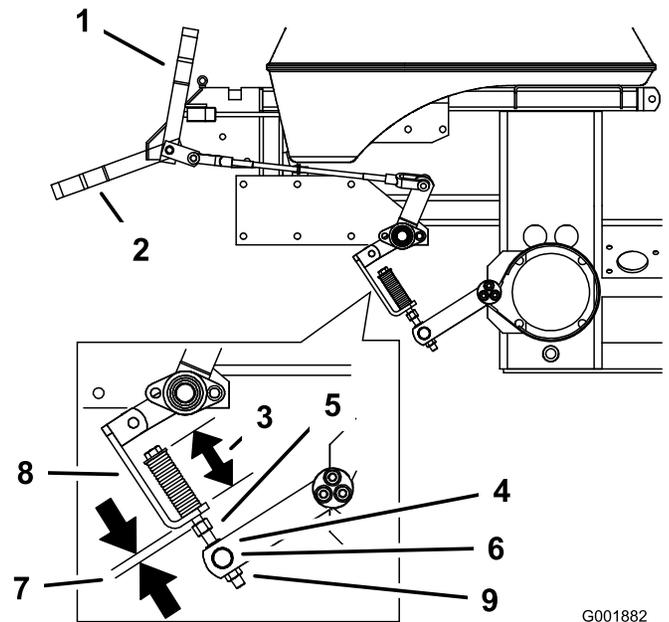

Figure 58
2. Mesurez la longueur du ressort. Les rondelles doivent être espacées de 70 mm (2-3/4 po)(Figure 58).
3. Si un réglage est requis, desserrez l'écrou de blocage situé sous le ressort et serrez l'écrou directement au-dessous de la chape (Figure 58). Modifiez le serrage de l'écrou jusqu'à ce que le ressort ait la longueur voulue. Serrez les deux écrous ensemble et répétez la procédure de l'autre côté de la machine.
6. Mesurez la distance entre le support de ressort et l'écrou de réglage sous le support. Elle doit être comprise entre 5 et 8 mm (1/4-5/16 po) (Figure 58).
7. Si un réglage est requis, desserrez l'écrou de blocage situé juste au-dessus du galet de tourillon. Tournez le contre-écrou sous le galet de tourillon jusqu'à obtention de l'écart voulu (Figure 58).
8. Serrez l'écrou de blocage juste au-dessus du galet (Figure 58).